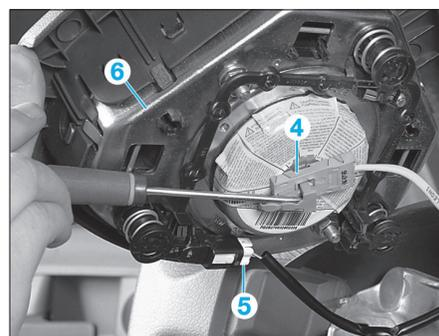

FIG. 3
- Soulever la sécurité et débrancher le connecteur (4) (Fig.3).
- Débrancher le connecteur (5).
- Déposer le module d'airbag (6).